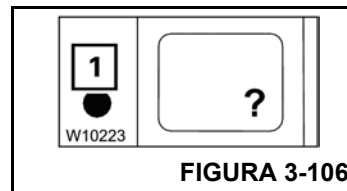

FIGURA 3-106
Quando todos os erros são corrigidos, a lâmpada (1) (Figura 3-106) se apaga.